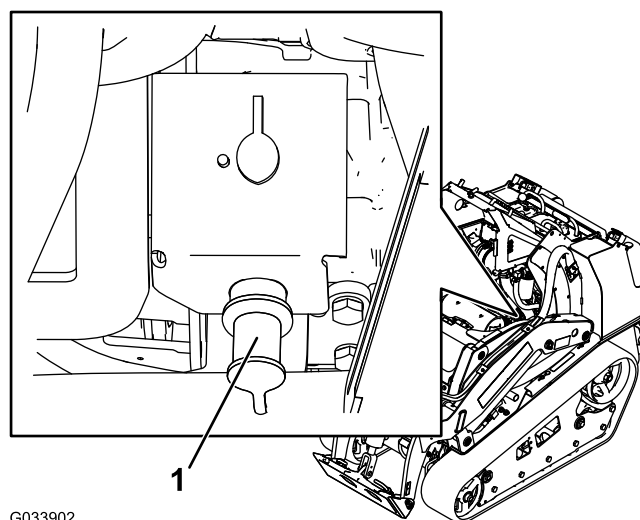

Рисунок 51
- Снимите крышку со штыря запуска от внешнего источника (Рисунок 51).
- Подсоедините конец положительного (+) соединительного кабеля к штырю запуска от внешнего источника (Рисунок 51).